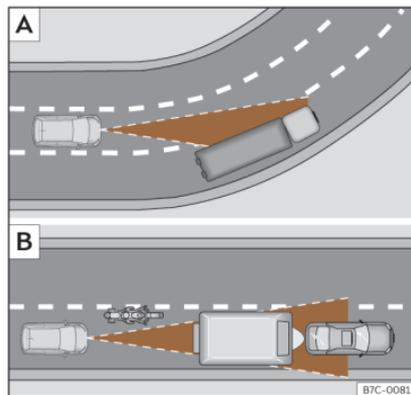

Fig. 105 **A** Vehículo en una curva. **B** Motociclista circulando por delante fuera del radio de acción del sensor de radar.
El ACC podría no detectar en curva el vehículo precedente o podría regular la distancia con vehículos que se encuentran en otros carriles >>> fig. 105 [A].
- Vehículos que circulen desalineados o fuera de la zona de detección del sensor, por ejemplo, motocicletas >>> fig. 105 [B].